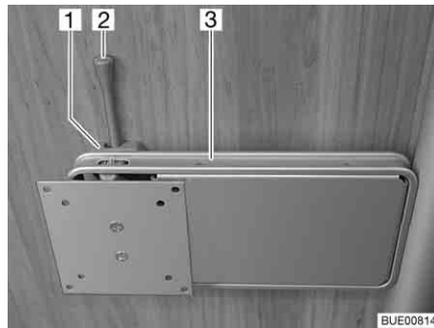

Bild 47 Halterung an Säule
- Den Entriegelungshebel (Bild 47,2) zur Seite drücken und die Halterung (Bild 47,3) mit dem Flachbildschirm in die gewünschte Position drehen.
- Flachbildschirm zurückdrehen, bis die Halterung (Bild 47,3) in die Verriegelung (Bild 47,1) einrastet.